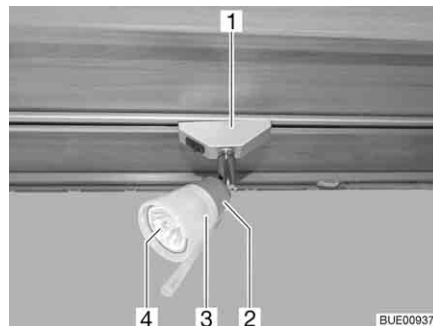

Fig. 270 Spot halogène (coulissant)
- Faire pivoter le spot halogène (Fig. 270,1) de 90° et le sortir du rail.
- Tourner l'abat-jour (Fig. 270,3) dans le sens inverse des aiguilles d'une montre.
- Extraire avec précaution l'abat-jour avec l'ampoule halogène (Fig. 270,4) de la douille (Fig. 270,2).